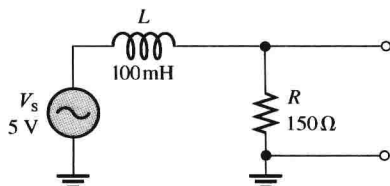

图 12-49
14. 对于图 12-49 中的电路, 在下列频率求 V_R 和 V_L 。
30. 画出图 12-49 中电路的频率响应曲线，表明输出电压与频率的关系，频率从 0 到 1200Hz，步进幅度 200Hz。